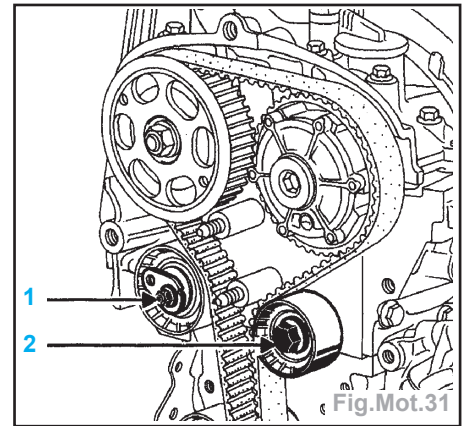

Fig.Mot.31
- Détendre la courroie de distribution en dévissant l'écrou **(1)** du galet tendeur (Fig.Mot.31).